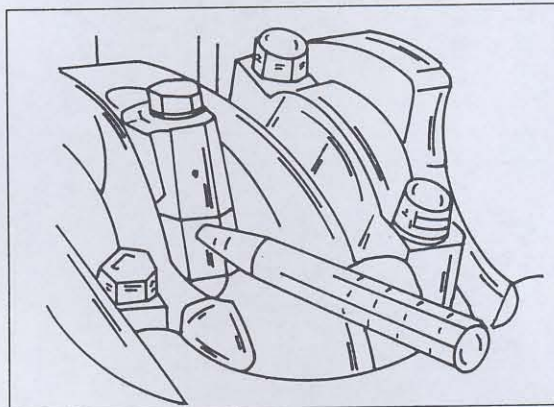

Bild 80
- Vor Abschrauben der Pleuellagerdeckel diese und die Pleuelstange mit der Zylinder Nummer kennzeichnen. Dazu nimmt man einen Körner und schlägt in die beiden Teile, wie es Bild 80 zeigt.